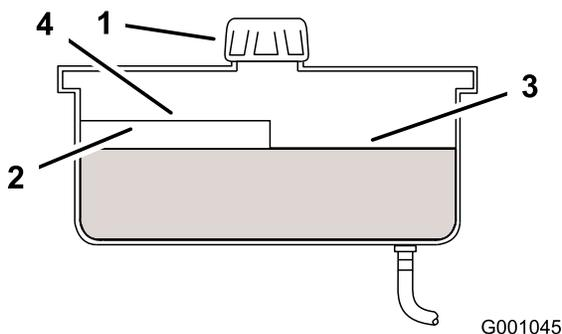

Figure 68
4. Nettoyez la surface autour du bouchon et du goulot de remplissage du réservoir hydraulique (Figure 68).
5. Enlevez le bouchon du goulot de remplissage. Vérifiez le niveau d'huile à l'intérieur du réservoir (Figure 68).
- Remarque:** Lorsque l'huile est chaude, le niveau de liquide doit atteindre le haut du repère "à chaud" sur le déflecteur (Figure 68).